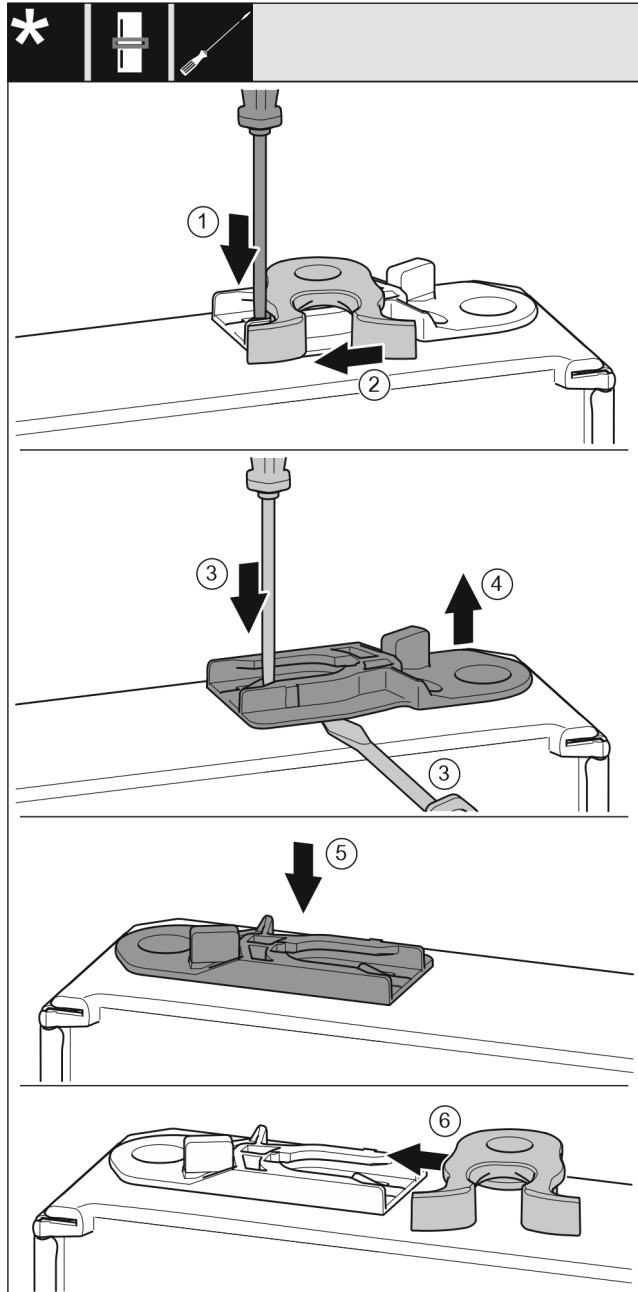

Fig. 52 *
- 用带槽螺丝刀向下按住接片 Fig. 52 (1)。*
- 将锁钩 Fig. 52 (2) 从导向装置拉出。*
- 拉出导向轴套 Fig. 52 (3, 4)：用带槽螺丝刀按住接片的同时将带槽螺丝刀移动到导向轴套下方。*
- 将供货时附带的导向轴套 Fig. 52 (5) 插入外壳的另一侧。*
- 将锁钩 Fig. 52 (6) 推入导向装置。*